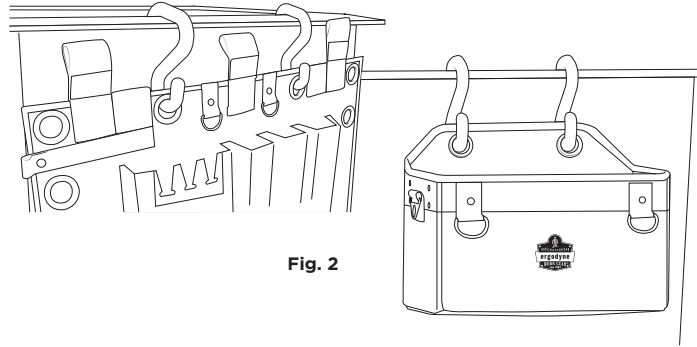

Fig. 2
2. Secure aerial tool apron or bag to the bucket hooks by routing the hook through two grommets of the tool apron or bag. [fig. 2]
2. Asegure el cinturón delantal o el bolso aéreo para herramientas a los ganchos de la cubeta pasando el gancho a través de dos ojales del cinturón delantal o bolso para herramientas. [fig. 2]